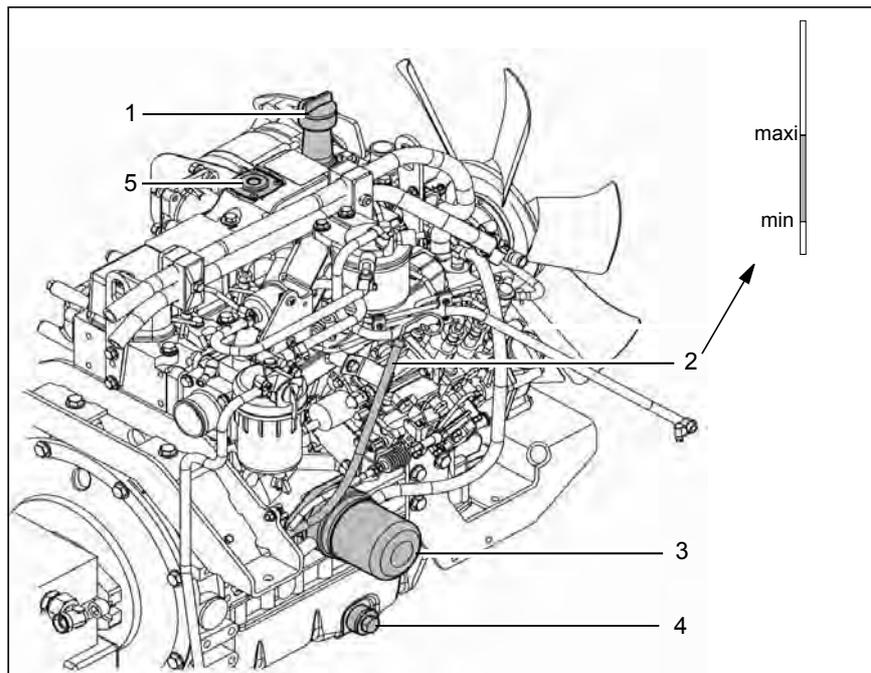

Fig. 44
3. Vérifier le niveau avec la jauge (Fig. 44/2).
2. Placer un baquet de vidange sous le bouchon (Fig. 44/4).
3. Retirer le capuchon (Fig. 44/1) pour purger.
5. Remplacer le filtre à huile du moteur (Fig. 44/3) et s'assurer que les surfaces de contact du joint sont propres avant de mettre un joint neuf.